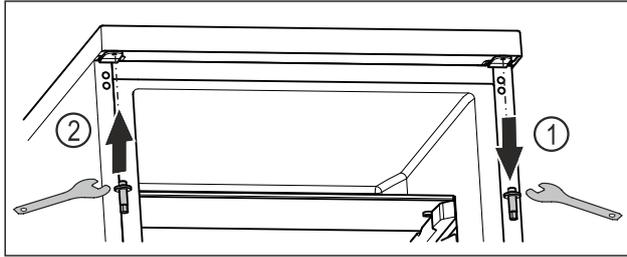

Fig. 23
- ▶ Desenroscar el perno superior con la llave Allen. *Fig. 23 (1)*
- ▶ Apretar el perno en el lado opuesto con la llave Allen. *Fig. 23 (2)*